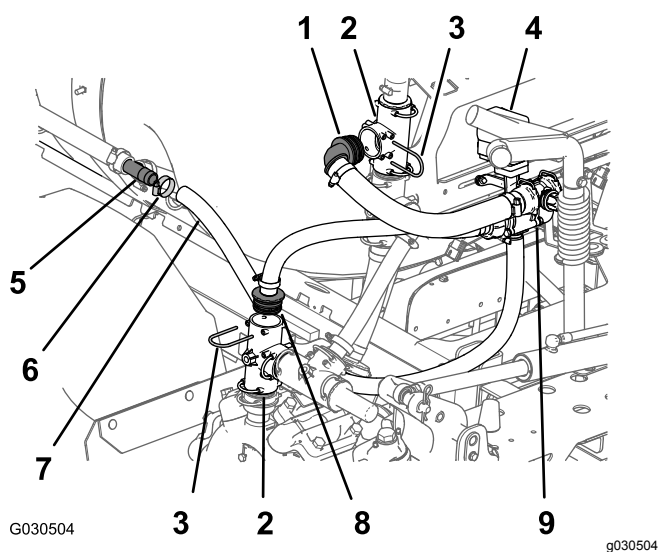

Рисунок 66
- С левой стороны бака опрыскивателя (рядом с задним крылом) снимите шланговый хомут и шланг (с внутренним диаметром 1 дюйм), подсоединенный к тройнику на самом заднем сопле перемешивания (Рисунок 66).
3. На выпускном отверстии насоса опрыскивателя снимите держатель и прямой штуцер с выступом с вертикально установленного тройника, как показано на Рисунок 66.
4. С левой стороны кронштейна коллектора снимите держатель и прямоугольный штуцер с выступом с верхнего вертикально установленного тройника, как показано на Рисунок 66.